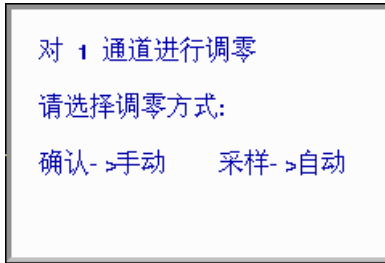
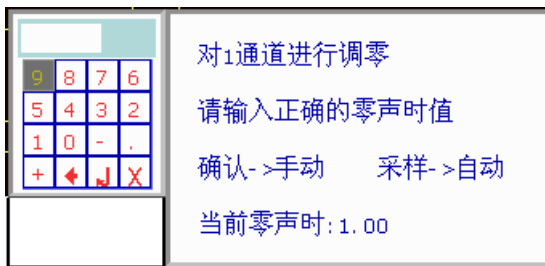

图 3.6 调零菜单
图 3.7 零声时输入界面
- 3) 在测试界面的“静态波形”状态下，按调零键，弹出图 3.6 所示的调零窗口。
- 5) 在图 3.6 所示的界面下，按←键出现数字键盘(如图 3.7
所示), 输入计算出的 t_0 值后, 图 3.7 所示的界面消失。
- 2) 在测试界面的“静态波形”状态下, 按【调零】键, 弹出图 3.6 所示的调零窗口。